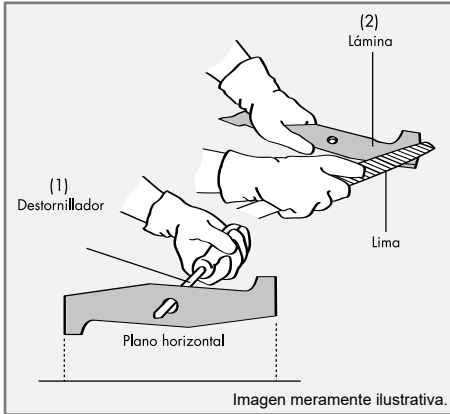

Figura 11
5. Asegúrese de que la lámina esté balanceada. Utilice un destornillador y mantenga la lámina paralela al plano horizontal, como muestra la Figura 11. Una lámina que está balanceada va a quedar paralela al piso, caso contrario, el lado pesado va a girar en dirección al piso. Afile el lado pesado hasta que la lámina quede equilibrada.